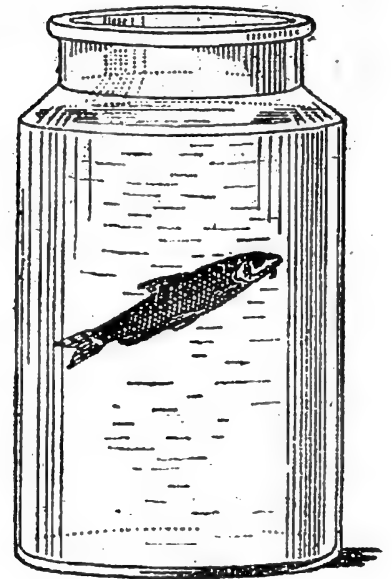

Fig. 2. — Un goujon.
**2. Le corps du goujon.** — Examinons un goujon vivant (*fig. 2*) dans un bocal de verre. Long de 8 à 12 centimètres, il a la forme d'un fuseau arrondi dont le plus grand diamètre se trouve au tiers environ du corps à partir de la tête.